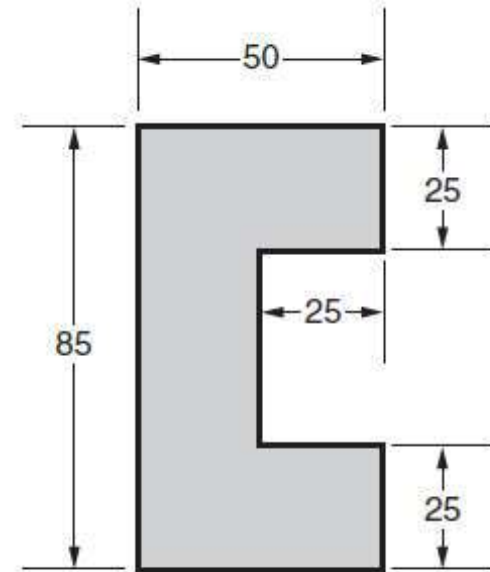

FIGURA P20.4 Forma para la pieza del problema 20.4 (dimensiones en mm).
4. Se diseña un troquel para corte de formas para cortar el contorno de la pieza que se muestra en la figura P20.4. El material tiene 4 mm de grueso y es de acero inoxidable (medio endurecido). Determine las dimensiones del punzón para corte de formas y la abertura del troquel.